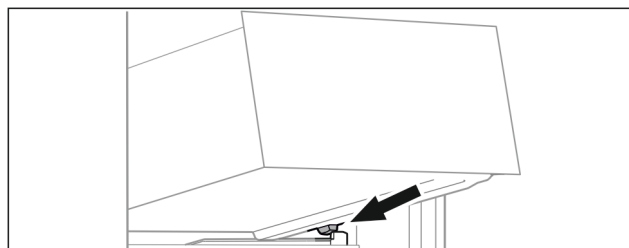

Fig. 99
- ▶ Nasadte zásuvku šikmo za zářezky na žebrování na nádoby. (viz Fig. 99)